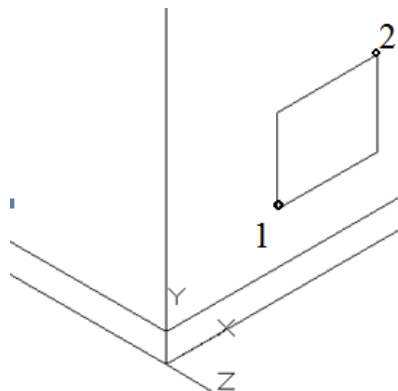
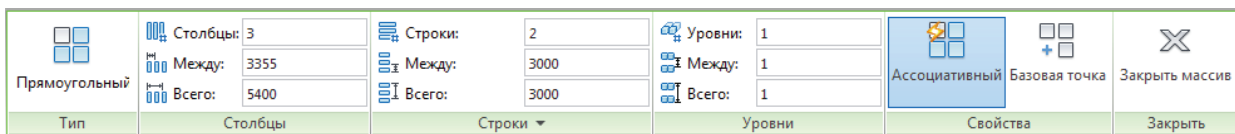

Рис. 184. Окно на главном фасаде
Рис. 185. Контекстная вкладка Ленты Редактор массива
ПРЯМОУГОЛЬНИК Первый угол или [Фаска Уровень Сопряжение Высота Ширина]: 2000,1400 ↵ задали координаты точки 1 (рис. 184).
ПРЯМОУГОЛЬНИК Второй угол или [Площадь Размеры поВорот]: @1800,1500 ↵ укажите курсором направление окна вверх и вправо, и введите его величину, используя относительные координаты. Построили точку 2 (рис. 184).
**МАССИВПРЯМОУГ** Выберите объекты: выберем окно 1–2 (рис. 184), закончим выбор объектов щелкнув *Enter*. Открывается контекстная вкладка Ленты Редактор массива (рис. 185).